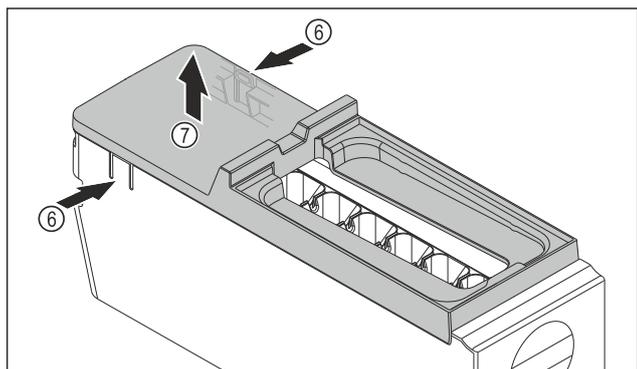

Fig. 144
- ▶ Зняти кришку з корпусу EasyTwist-Ice: натиснути однією рукою на накладки Fig. 144 (6) з обох боків корпусу EasyTwist-Ice.
- ▶ Зняти кришку Fig. 144 (7), потягнувши її вгору іншою рукою.